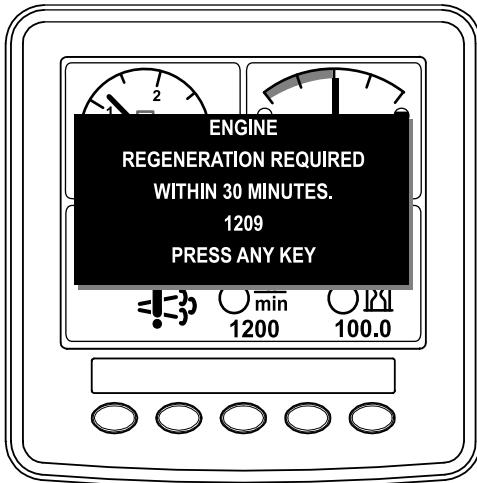

Figura 48
- Se ignorerete la richiesta di rigenerazione da fermi visualizzata sull'InfoCenter e continuerete ad utilizzare la macchina (Figura 48), una quantità critica di particolato si accumulerà nel DPF.